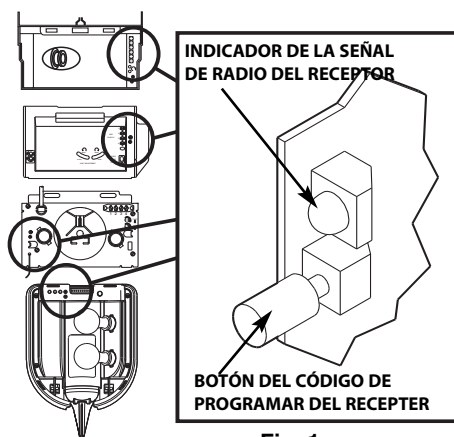

Fig. 1
- Paso 2-2** Oprima y suelte el botón de código de program **Fig. 1**.